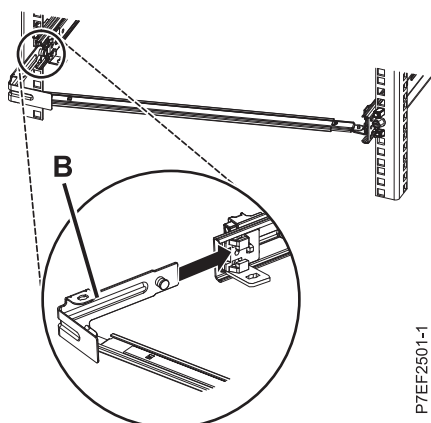

Figura 12. Tendido de la patilla e instalación de la abrazadera en el riel deslizante
4. Conecte la pieza de sujeción de tope de portacables (B) a la ranura en la parte interior del lado izquierdo deslizando la pieza de sujeción de tope (B) en el riel deslizante hasta que el pestillo accionado por resorte quede fijado. Para obtener más de talles, consulte Figura 12 en la página 10.